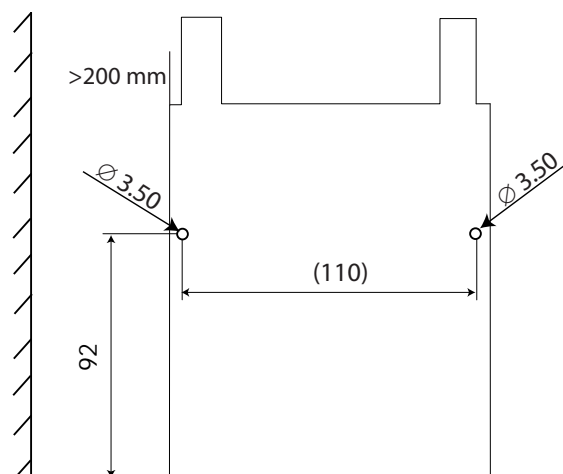

Fig. 1.b
2. fijar el soporte de fijación mediante los 2 tornillos M4x12 suministrados (ver la Fig. 1.c), controlando con un nivel la posición horizontal;